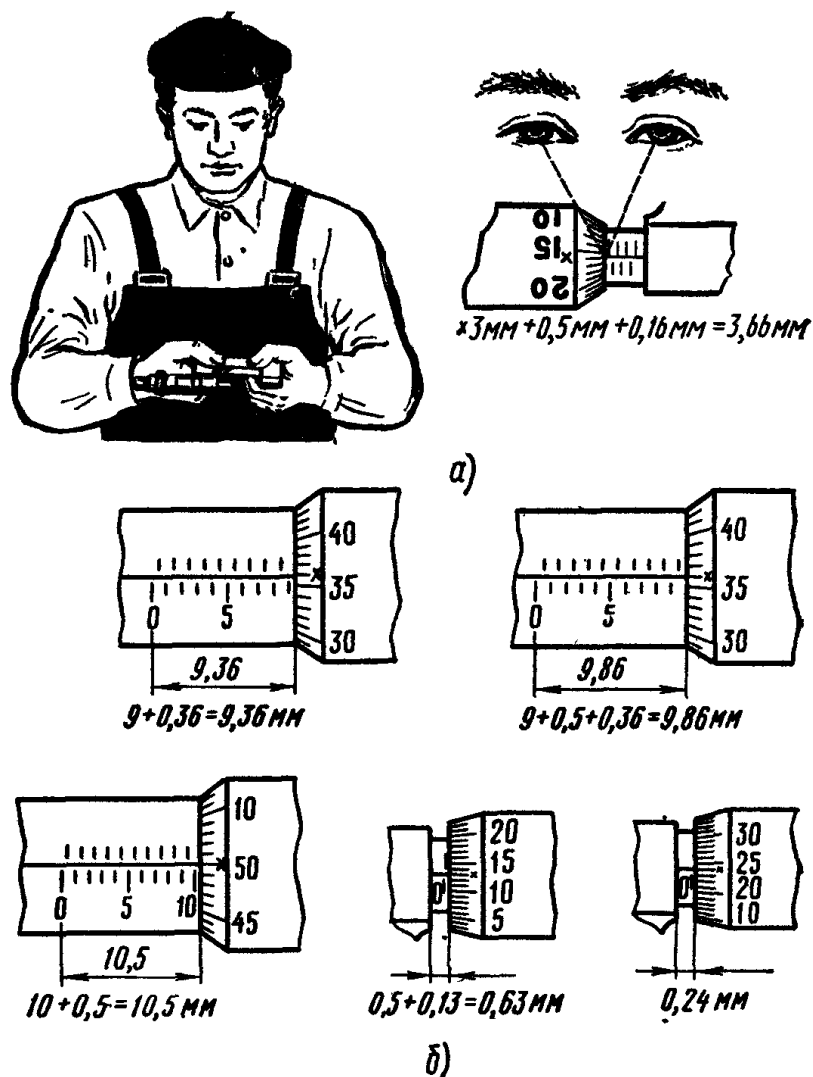

Рис. 15. Работа с микрометром:
1. при чтении показаний микрометр держать прямо перед глазами (рис.15, *а*);
3. на рис. 15, *б* приведены примеры отсчетов.